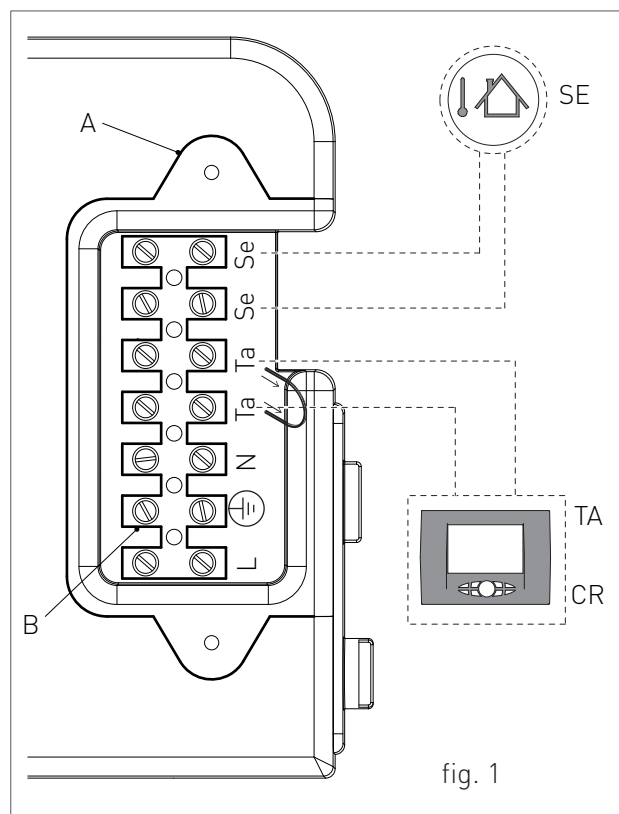

fig. 1
- › svitare le due viti e rimuovere il piastrino "A" (vedi fig. 1).
- › Una volta rimosso il piastrino effettuare i seguenti collegamenti sulla morsettiere "B" (vedi fig. 1):